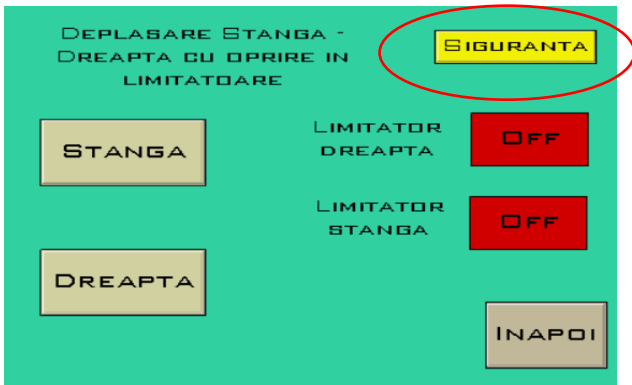

Figura 13. Prezentare buton de siguranță
a. Pentru început, ca programul să poată funcționa trebuie apăsat pe butonul “Siguranță”- figura 13.